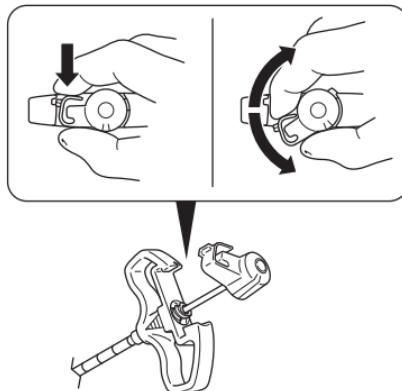

**Abbildung 1 – Einheit Zugangskanüle/
2. Die Einheit Zugangskanüle/Mandrin unter fluoroskopischer Kontrolle in den Operationssitus einführen (Abbildung 1).